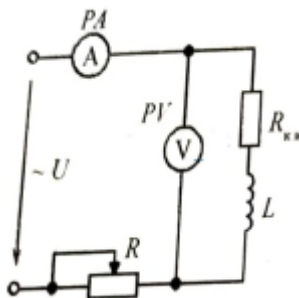

Рисунок 19. Схема для измерения индуктивности методом амперметра и вольтметра
6. Собрать цепь (см. рисунок 19) для измерения индуктивности дросселя методом амперметра и вольтметра и показать ее преподавателю для проверки.